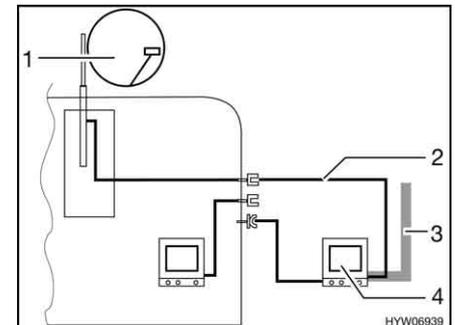

Fig. 192 Televisão no avançado
- Televisão no avançado (Fig. 192,4): Ligação da antena exterior (Fig. 192,1) com cabo de ligação (Fig. 192,2)
- Televisão no avançado (Fig. 192,4): Ligação à antena exterior (Fig. 192,3)